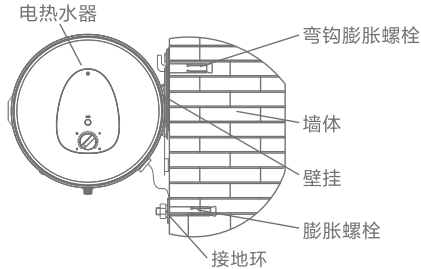

图4
- 8. 在墙壁上合适位置钻一个Φ8mm、深45mm的孔，将机身上外露的接地环用膨胀螺栓固定，注意不要与安装电热水器的膨胀螺栓（带钩）及电热水器连在一起，如（图4）。